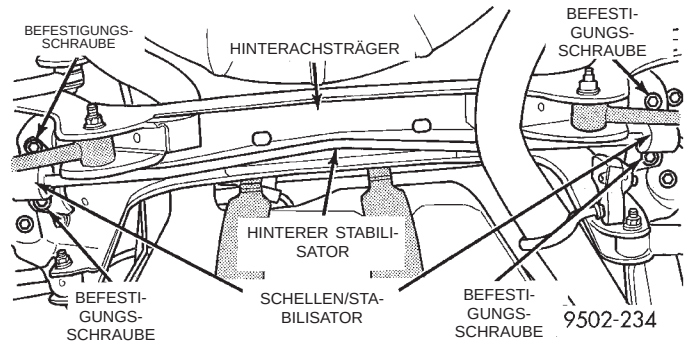

Abb. 7 Befestigung des Stabilisators am Hinterachsträger
- (4) Die vier Schrauben lösen, mit denen die Schellen des Stabilisators am Hinterachsträger befestigt sind (Abb. 7).
(4) Gummilager und Schellen locker am Hinterachsträger anschrauben.
(5) Stabilisator so positionieren, daß er mittig unter dem Fahrzeug sitzt und keine anderen Bauteile der Radaufhängung berührt.
(6) Die Schrauben der Schellen am Hinterachsträger mit einem Anzugsmoment von 27 N·m (19 ft. lbs.) festziehen (Abb. 7).
(7) Rad anbauen. Radmuttern in der vorgeschriebenen Reihenfolge bis zum halben Anzugsmoment anziehen. Dann die Muttern in derselben Reihenfolge noch einmal bis zum vollen Anzugsmoment von 135 N·m (100 ft. lbs.) festziehen.
(8) Fahrzeug absenken.